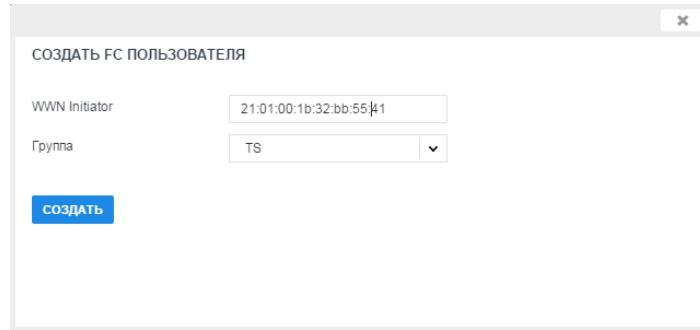

Рисунок 70 - Пользователь группы Fibre Channel с ALUA
- 4) Создать пользователя (см. Рисунок 70). В качестве пользователя должен выступать WWN клиента (см. подраздел 2.10.2).